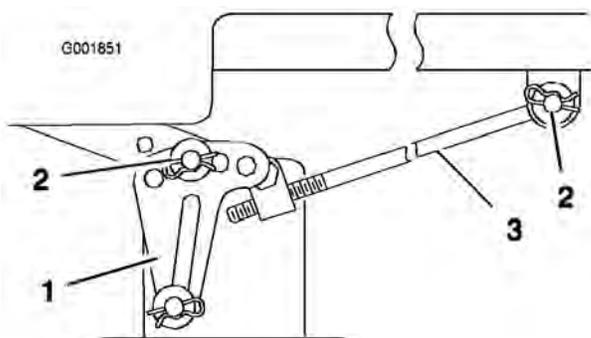

Figure 47
Remarque: Avant de déposer le plateau de coupe, notez les trous de fixation des pattes de mise à niveau (Figure 47).
- Retirez la goupille fendue et la rondelle de la tige de réglage (Figure 47) de chaque côté du plateau de coupe.
- Retirez la goupille fendue et la rondelle des pattes de mise à niveau (Figure 47) de chaque côté du plateau de coupe. Notez le trou de montage de la patte de mise à niveau en prévision de la repose. Dégagez les pattes de l'axe de montage
5. Fixez la tige de réglage à la machine à l'aide de la rondelle et de la goupille fendue (Figure 47) de chaque côté du plateau de coupe.
6. Glissez les pattes de mise à niveau sur les axes de montage et fixez-les à l'aide des rondelles et des goupilles fendues (Figure 47).